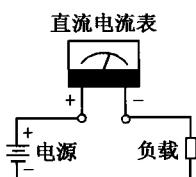

图 2-3 电流表的正确接法
(1) 在测量前，应首先明确所测电路中的电流是交流电流还是直流电流。如果所测电路中的电流是交流电，应使用交流电流表；如果是直流电流就应使用直流电流表。有的万用表只有直流电流挡，因此只能测量直流电流。
(2) 合理的选用电流表的量程。首先粗略估计电路中电流的大小，以便选择电流表的测量范围。若用小量程去测量大电流，就会烧坏电流表；若用大量程去测量小电流，会影响测量的准确度。如果一时无法估计电流大小，挡位要宁大勿小，然后逐步缩小测量范围。
(3) 电流表必须串接在被测量的电路中。测量直流电流时，直流电流表的正极必须和电路电源的正极相接，负极必须和电路电源的负极相接，不可接反，否则电流表指针要反转，既影响正常测量，也容易损坏电流表，如图2-3所示。交流电流表则不分正负。